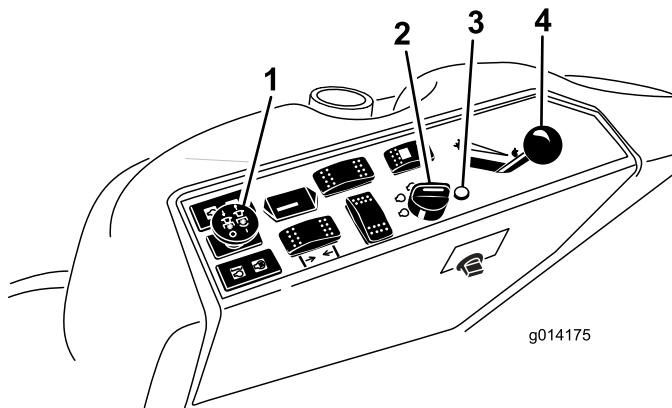

Figura 9
- Mueva el interruptor de la toma de fuerza (TDF) a la posición de Desengranado (Figura 9).
- Ponga la palanca del acelerador en un punto intermedio entre las posiciones Lento y Rápido (Figura 9).